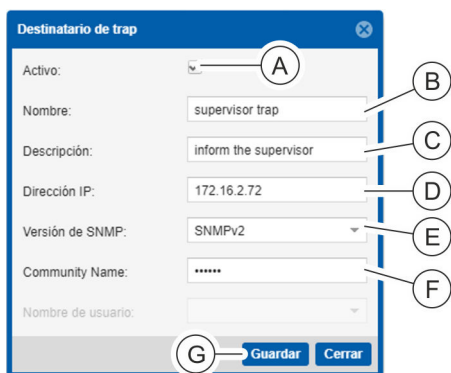

Fig. 143: Ventana "Destinatario de trap"
1. ➔ En la ventana "Destinatario de trap", haga clic en la casilla de verificación "Activo" (Fig. 143/A) para activar el destinatario de trap.
2. ➔ Introduzca el nombre del destinatario de trap (Fig. 143/B).
3. ➔ En caso necesario, introduzca una descripción (Fig. 143/C).
4. ➔ Introduzca una dirección IP (Fig. 143/D).
5. ➔ En el cuadro de selección, seleccione una versión de SNMP ("SNMPv1" o "SNMPv2") (Fig. 143/E).
6. ➔ Introduzca el nombre de una comunidad (Fig. 143/F).
7. ➔ Una vez introducidos los datos, cierre la ventana con el botón "Guardar" (Fig. 143/G) para guardar la configuración en la PDU.